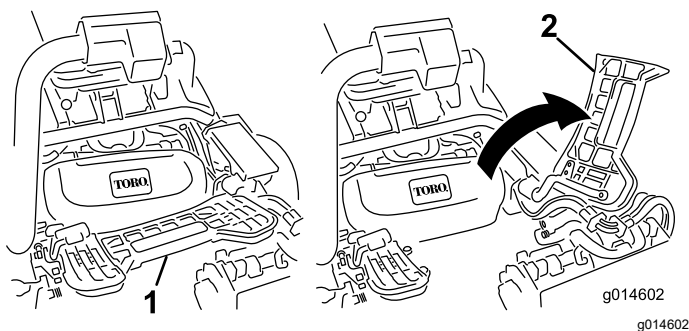

Bild 61
2. Heben Sie die Fußplattform an und schwenken Sie sie in die geöffnete Stellung, um die Stellung das mittlere Mähwerk zugänglich zu machen (Bild 61).